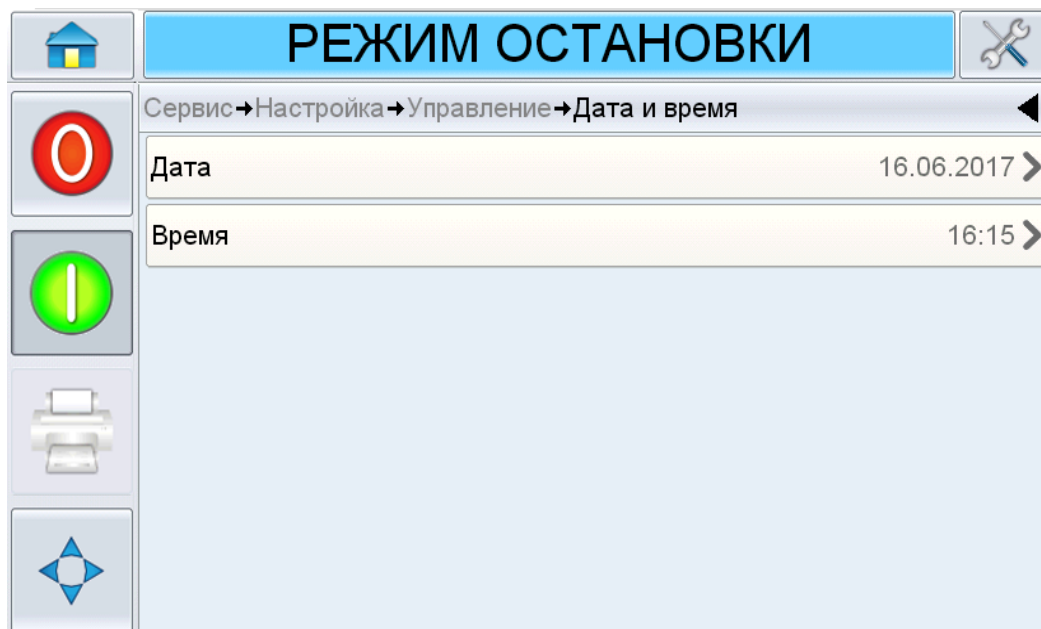

Рис. 4-6: Дата и время в контроллере CLARiTY
1. Войдите в *Сервис > Настройка > Управление > Дата и время* (см. Рисунок 4-6).